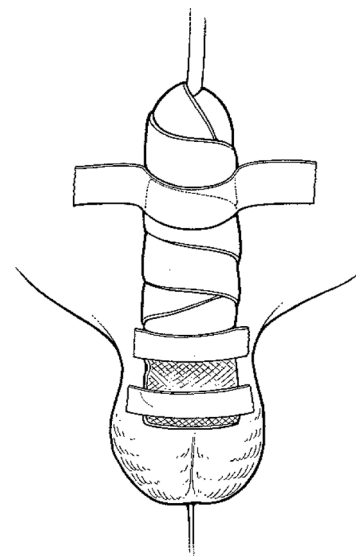

Figure 4-24. Fixation du pénis à l'abdomen à l'aide de bande adhésive
5. Fixez le pénis à l'abdomen (**Figure 4-24**).